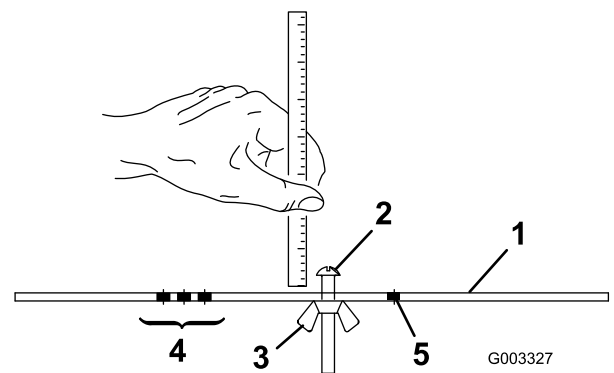

Figura 16
2. Afloje la tuerca de la barra de ajuste (Figura 16) y ajuste el perno a la altura de corte deseada.